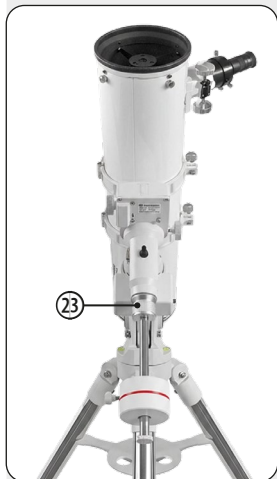

Fig. 25: Posición básica ecuatorial (vista frontal)
2. Si aún no lo ha hecho, oriente todo el conjunto del telescopio de forma que la pata del trípode situada bajo la barra de contrapeso apunte (aproximadamente) hacia el norte. A continuación, abra el bloqueo DEC (23), de modo que el tubo óptico pueda girarse. Gire ahora el tubo hasta que apunte hacia el norte. Vuelva a cerrar los bloqueos. (Fig. 25)
3. Si aún no lo ha hecho, determine la latitud de su lugar de observación. Utilice los tornillos de ajuste de latitud (16) para ajustar la montura del telescopio de modo que el indicador apunte exactamente a la latitud correcta de su lugar de observación en la escala de latitud (16 a).